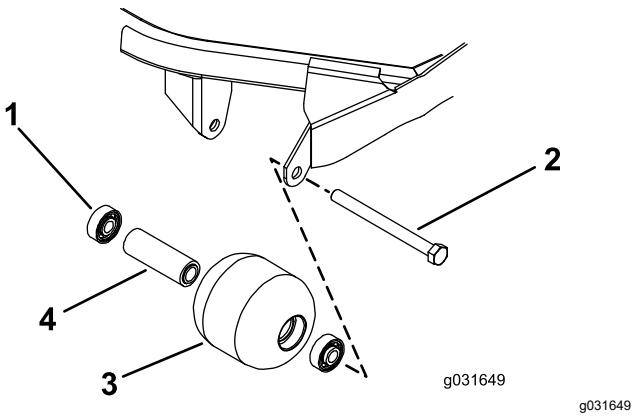

图 73
1. 卸下滚筒安装螺栓 图 73。
4. 检查滚筒壳体、轴承以及轴承隔块是否受损 (图 73)。
1. 仅按住外圈或同时按住内、外圈将第一个轴承按入滚筒壳体 图 73。
2. 插入隔片 图 73。
3. 仅按住外圈或同时按住内、外圈将第二个轴承按入滚筒壳体直至其触及隔块 图 73。